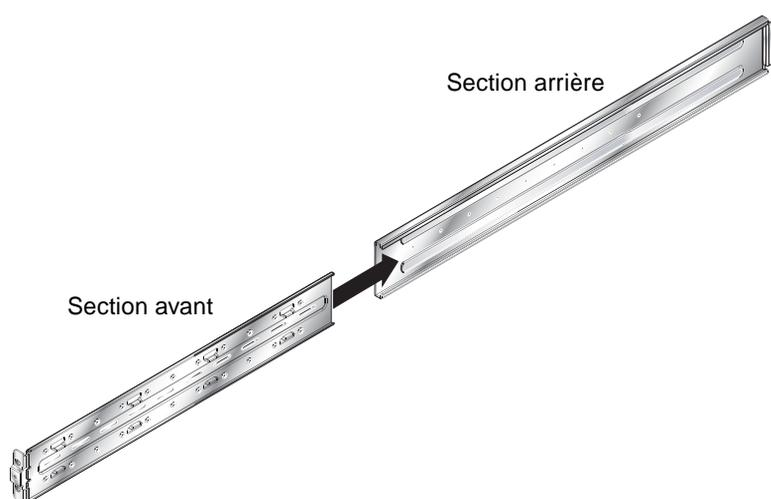

FIGURE 3-2 Regroupement des sections avant et arrière des équerres (armoire 19" à quatre colonnes)
1. **Rassemblez les sections avant et arrière des équerres pour armoire (FIGURE 3-2).**